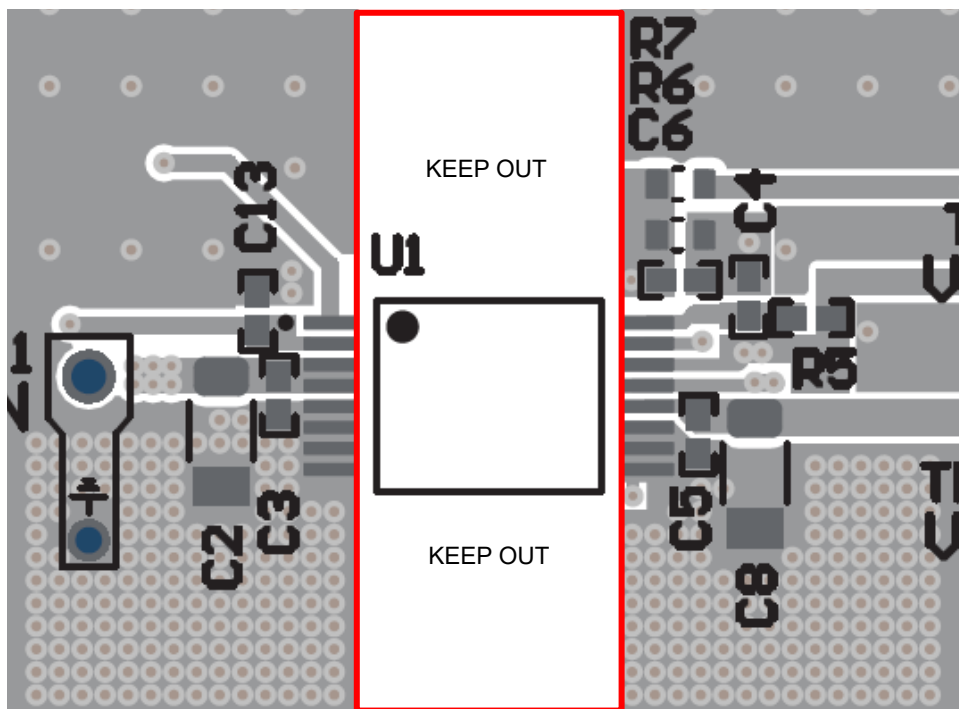

图 3-11. 隔离禁止区域
7. 爬电间隙: 为了保持数据表中指定的完整爬电距离、间隙和电压隔离额定值, 请避免布线信号线迹或将元件直接放置在 UCC35341-Q1 下方。在整个定义的隔离栅中, 保持以红色突出显示的间隙宽度。基础型隔离的排除间隙可以比增强型隔离要求 (8.2mm) 小 50%。使用 8.2mm 可提供额外的裕度。图 3-11 显示了此布局示例。